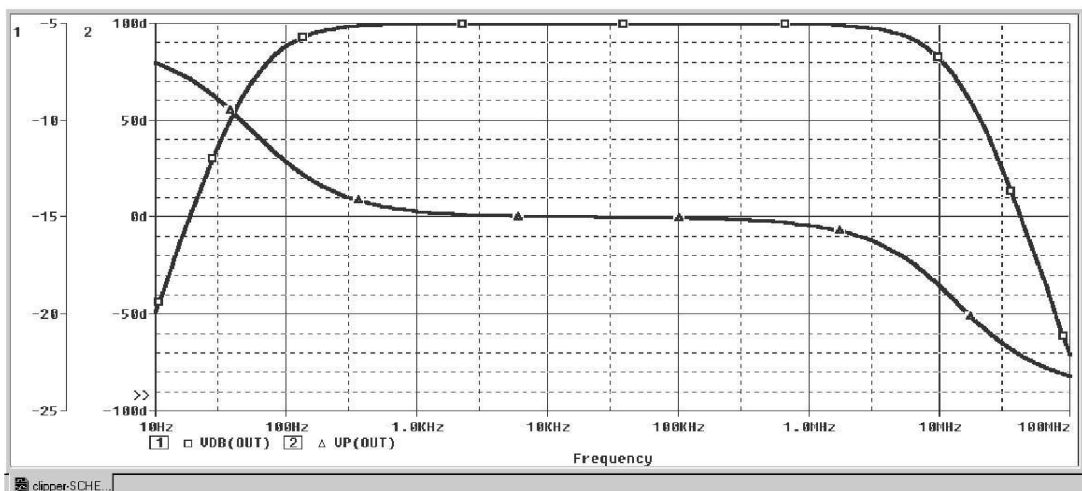

Figure 21 *Bode plot of clipper's frequency response.*
8. Από το Edit menu, επιλέγουμε Paste. Το σχέδιο εμφανίζεται όπως φαίνεται στο figure21.